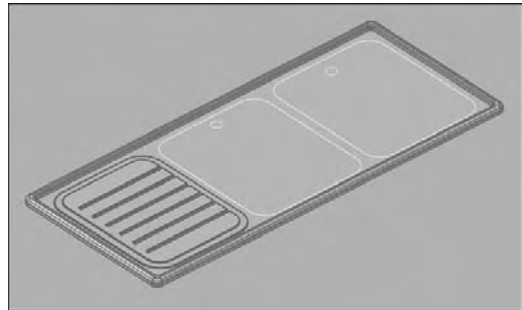

Fig.18.5
- 14 Effectuez une addition booléenne entre le séchoir et le reste de l'évier (fig.18.5).